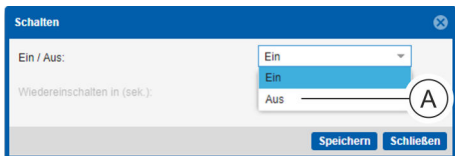

Abb. 103: Fenster "Schalten"
4. ➤ Im Fenster "Schalten" im Auswahlménü „Ein/Aus“ den Parameter „Aus“ (zum Ausschalten) bzw. „Ein“ (zum Einschalten) auswählen (Abb. 103/Ⓐ).